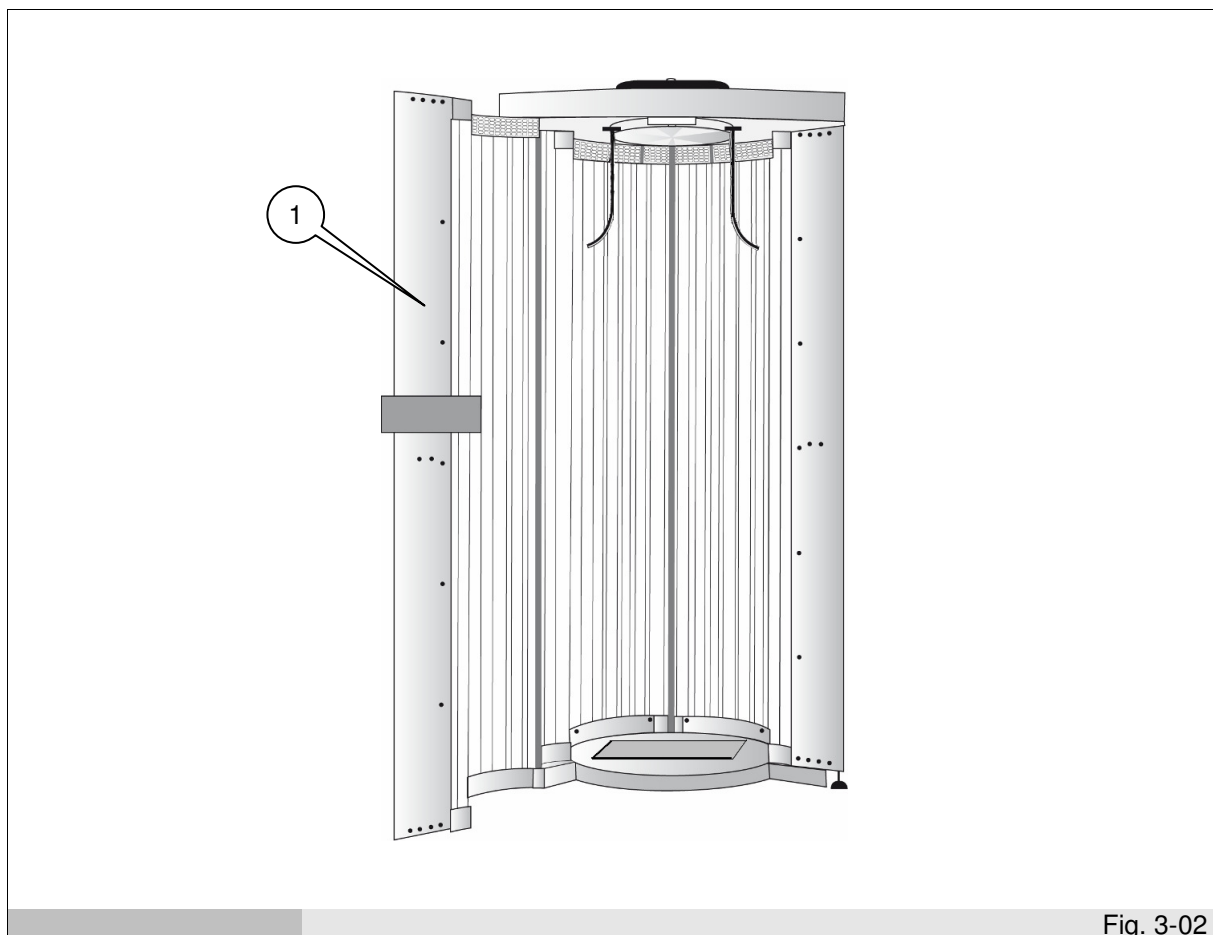

Fig. 3-02
Di seguito vengono riportate le targhe relative alla sicurezza e loro dislocazione (tab. 3-01 e fig. 3-02).
ATTENZIONE: Luce intensa. Non fissare gli emettitori Indossare gli appositi occhialini di protezione	Etichetta di avvertenza emissione luce intensa (ref. 1 fig. 3-02).